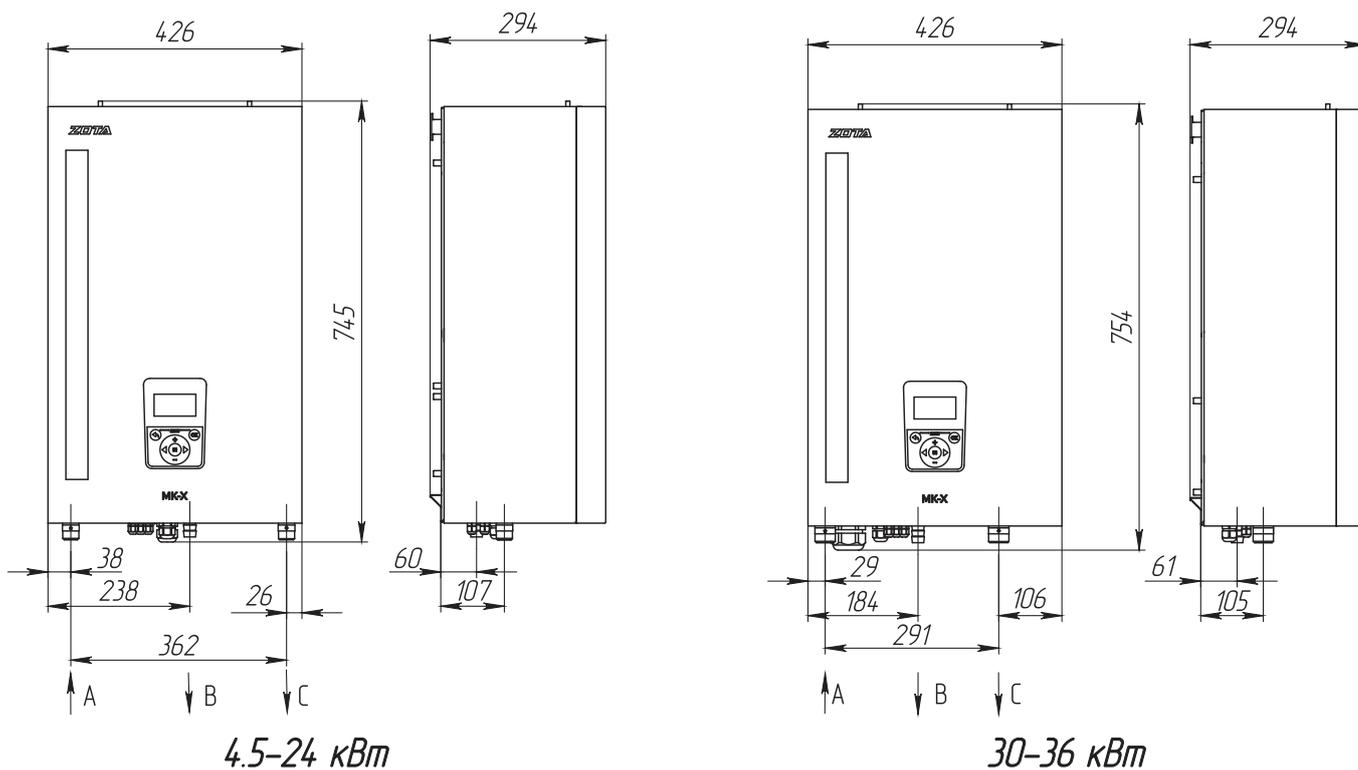

Рис.10 Габаритные размеры ZOTA МК-Х 4,5-36
- подсоединить котел к системе отопления. Габаритные и присоединительные размеры котлов указаны на **рис.10**;